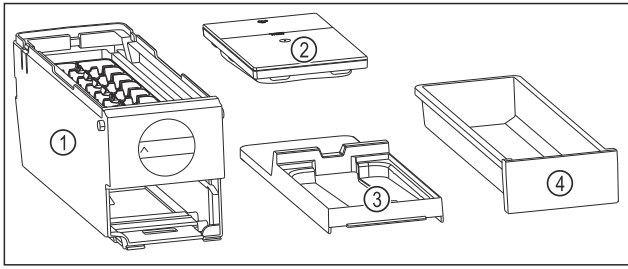

Fig. 76 Bestanddelen van de EasyTwist-Ice
- EasyTwist-Ice is in vier delen gedemonteerd. (zie Fig. 76)
- ▶ EasyTwist-Ice alleen in afgebeelde bestanddelen demonteren. (zie Fig. 76)
- ▶ EasyTwist-Ice-corpus Fig. 76 (1) als geheel reinigen.